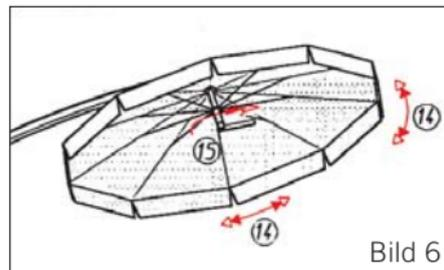

Bild 6
(Bild 6)
- **Vor dem Schliessen des Schirmes, das Kugelgelenk ganz lösen** (3 Rückdrehungen des Innenstocks ⑮ (Bild 6) im Gegenuhrzeigersinn, Sicherheitsverriegelung wird gelöst).
- **Vor dem Schliessen des Schirmes Kugelgelenk ein wenig lösen** (1/2 Rückdrehung des Innenstockes ⑮ (Bild 6), Sicherheitsverriegelung bleibt im Eingriff).